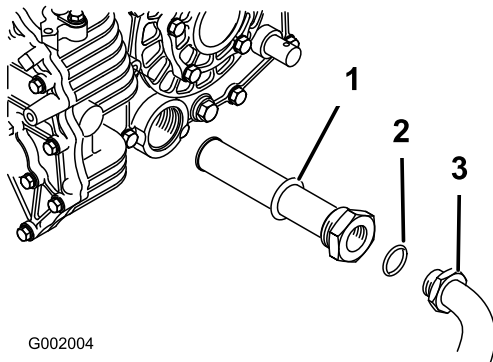

Bild 54
5. Nehmen Sie den Hydraulikschlauch und das 90°-Anschlussstück ab (Bild 54).